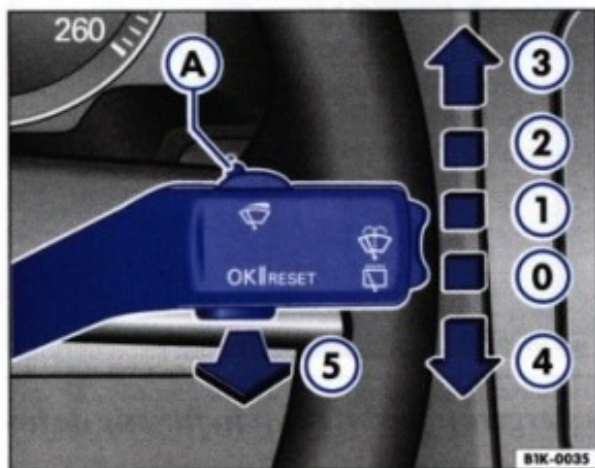

Fig. 46 Maneta pentru acționarea ștergătoarelor
Maneta de acționare a ștergătoarelor ⇒ fig. 46 are următoarele poziții:
- Când ștergătoarele funcționează în treapta ⇒ pagina 61, fig. 46" ② sau ③ și autovehiculul reduce viteza, se va selecta automat o poziție inferioară de ștergere. Dacă viteza se mărește, se va reveni la poziția anterioară.
La fiecare a cincea acționare a instalației de spălare a parbrizului se vor șterge și farurile, dacă maneta ștergătoarelor ⇒ pagina 61, fig. 46" ⑤ este acționată înspre volan timp de cel puțin 1,5 secunde – lumina de întâlnire sau de drum trebuie să fie aprinsă. La intervale regulate, de